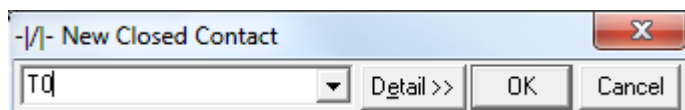

Рисунок 21 – Ввод адреса НЗ контакта
3. Введите адрес «Т0» (рисунок 21). Нажмите клавишу [Ввод].